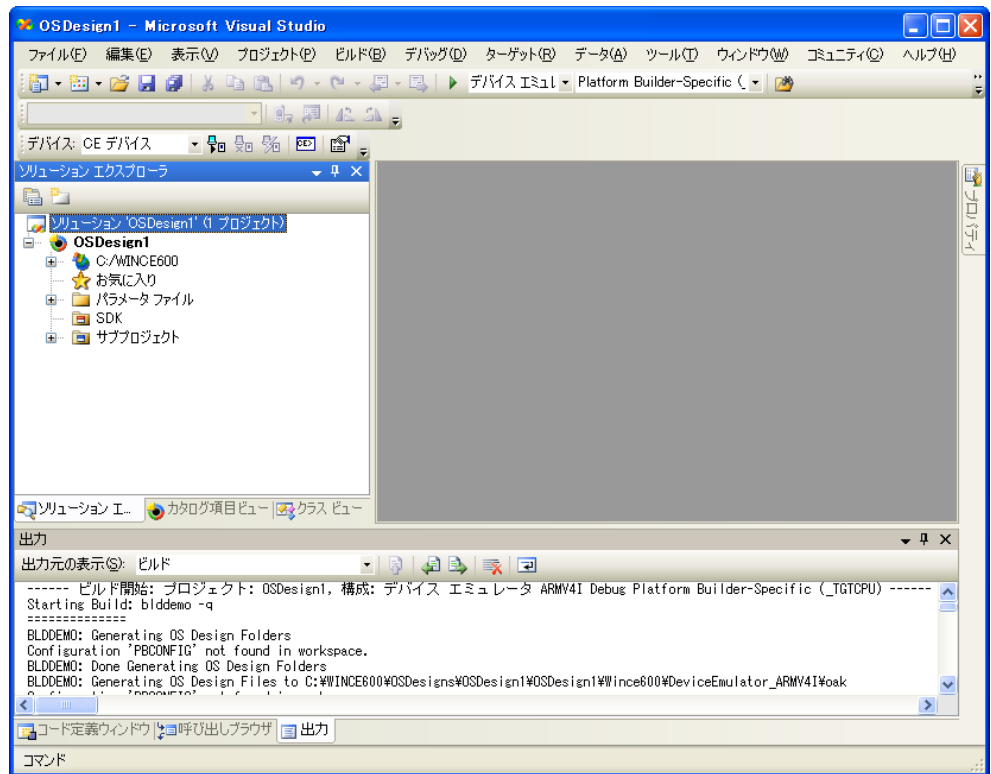

図 2-8 OS デザインのビルド
1. 演習 1 を終了した後、図 2-8 に示すように、Visual Studio の [ビルド] メニューにある [詳細なビルド コマンド] から [システム生成] を選択します。別の方法として、[ビルド] メニューから [ビルド ソリューション] を選択することもできます。これにより、システム生成ステップで開始するビルドを実行されます。